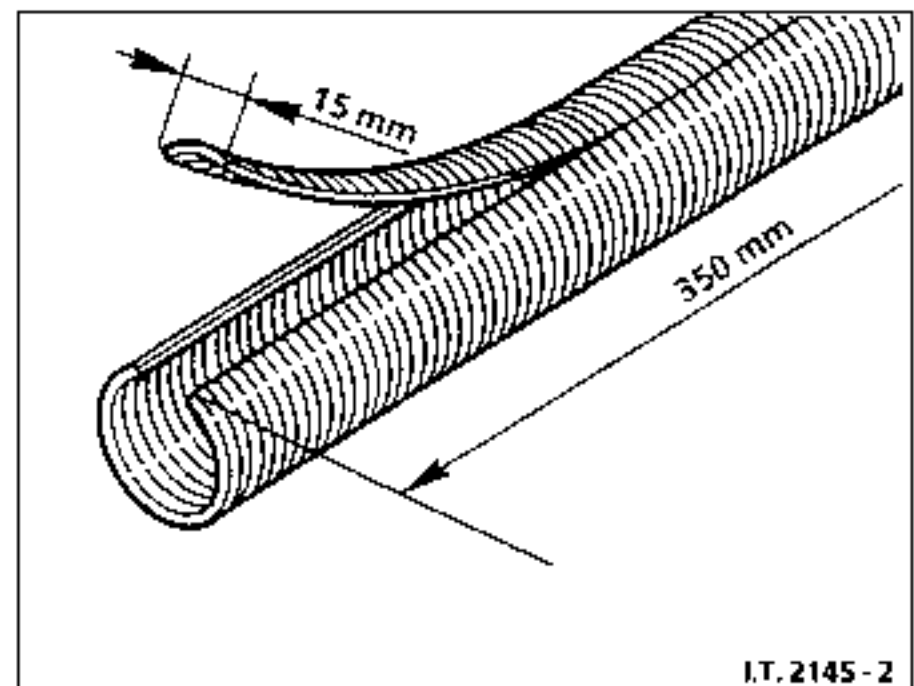

Fig. 2
- Couper une bande de 15 mm de large sur toute la longueur de la gaine, jeter cette bande (Fig. 2).